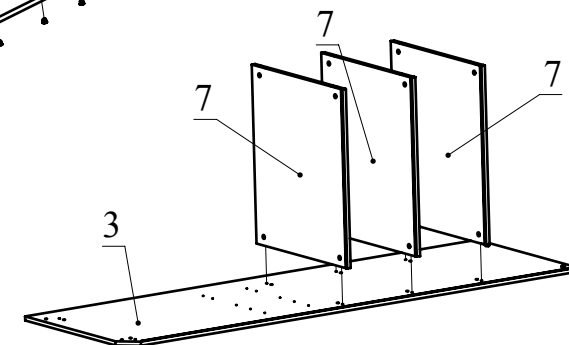

Рис.6
4. С помощью минификсов соедините деталь 7 с деталью 3 (Рис. 6).